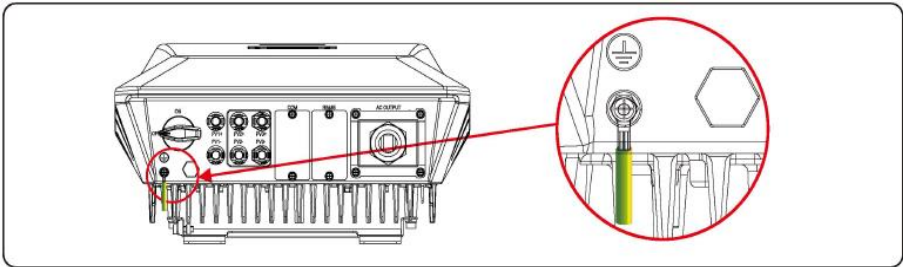

Figura 5.3 Fijación del cable PGND
**Paso 3** Asegure el cable PGND (hecho por el paso 1 y 2) usando los pernos de tierra y apriete los pernos a un par de 1,2 Nm usando una llave de tubo. Asegúrese de que el cable PE está bien conectado a tierra y que la impedancia entre el cable de tierra y el neutro no es superior a 10  $\Omega$ , como se muestra en la figura 5.3.